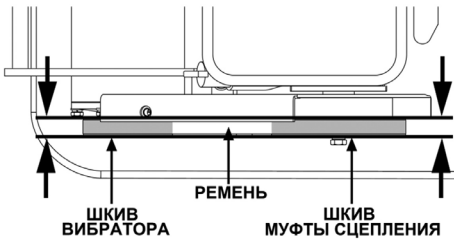

Рис. 21 Правильная установка ремня привода вибратора
4. Сдвигая двигатель в сторону от вибратора, проверяйте натяжение ремня. При этом нужно контролировать, чтобы ремень и шкивы вала вибратора и муфты сцепления были на одной оси (Рис. 21).